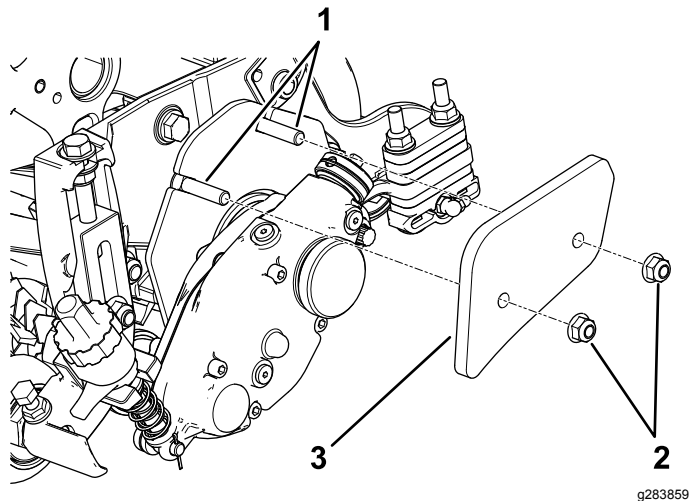

**Figura 3**
1. Rimuovete il raccordo d'ingrassaggio per il rullo dal lato dell'elemento di taglio provvisto di alloggiamento della spazzola per rullo (Figura 3).
1. Togliete i 2 dadi di bloccaggio flangiati che fissano ciascuna staffa del rullo alle piastre laterali, **oltre a tutti i distanziali da 6 mm situati sulla parte superiore della flangia di montaggio della piastra laterale** (Figura 3).